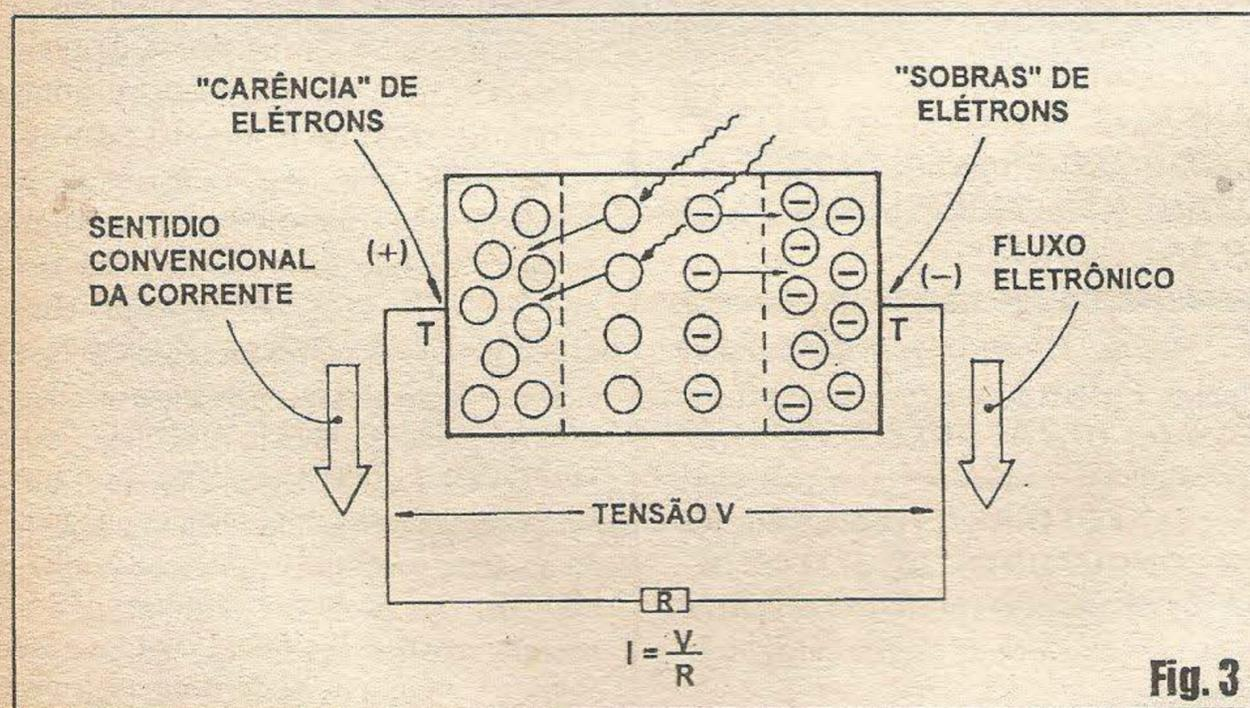

Fig. 3
- FIG. 3 - A JUNÇÃO SEMICONDUTORA RECEBENDO LUZ... - Se LUZ (energia) incidir sobre a região de deplexão (junção semicondutora estável - até o momento...), o seu equilíbrio elétrico é fortemente *abalado*! Isso ocorre porque cada *fóton* (que, para efeitos práticos e de explicação básica, pode ser considerado como uma "*partícula*" de luz...) que penetra na região, com grande energia, *rompe* uma combinação elétron/buraco, *carregando* eletricamente as regiões semicondutoras próximas aos terminais externos (T-T)! Nessa condição, manifestam-se *sobras* de elétrons de um lado, e *carências* de elétrons no outro (muitos *buracos* correspondem, eletricamente, a uma *falta* de elétrons, lembrem-se...?). Assim, havendo *excesso* de um lado, e *alta* no outro, a carga R ligada entre os terminais T-T será submetida a uma *diferença de potencial*, ou *voltagem* (tensão), que no esqueminha simbolizamos por V... Obviamente, pelo que já aprendemos na distante *primeira AULA* do ABCDE, nesse caso uma *corrente* (determinada pela fórmula  $I = V/R$ , onde R é a resistência da carga...) se manifestará (se isso *não* ocorrer, Ohm - o próprio - se levantará do túmulo para nos dar uns *petelecos*...) através de R...! O que temos, então, é uma autêntica *geração* de energia elétrica, diretamente *traduzida* ou transformada da energia luminosa aplicada ao sistema...! Deu para perceber a *diferença* com relação aos FOTO-RESISTORES, como o LDR...?